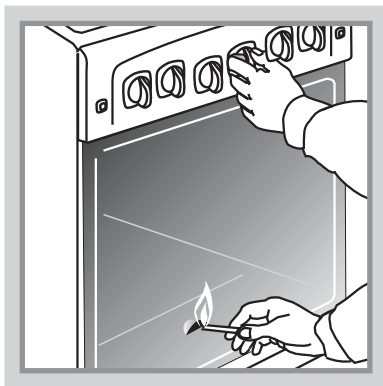

Рис.3
- Для розжига горелки духовки поднесите зажженную спичку к окну запальника, поверните ручку крана в положение  “максимальное пламя” и нажмите до упора (Рис. 3).